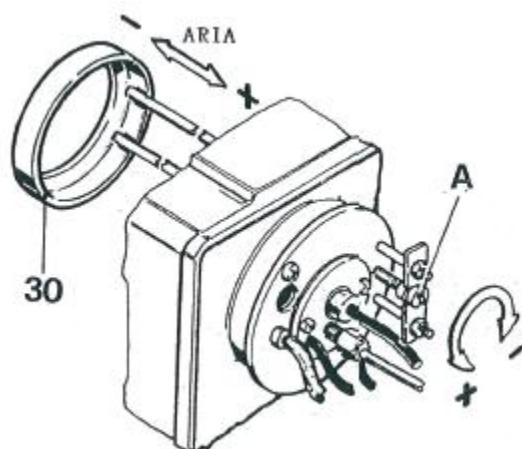

Рис. 10
- Для горелок, работающих на жидким топливе и газе, можно точно отрегулировать горение путем перемещения в продольном направлении кольца наддува (30) поворотом регулировочного винта (A) (Рис. 10). Поворот винта по часовой стрелке перемещает кольцо наддува вперед и уменьшает поток воздуха для горения, поворот против часовой стрелки перемещает кольцо назад и увеличивает поток воздуха. Рекомендуется выполнять указанные действия, пока не будут достигнуты оптимальные значения горения и условия пуска.